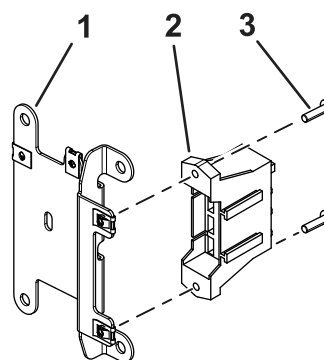

Figura 3
3. Instalai blocul de sigurană pe cablaj la placa de montare a siguranii folosind 2 uruburi (#10 x 3/4") aa cum se arată în Figura 3.